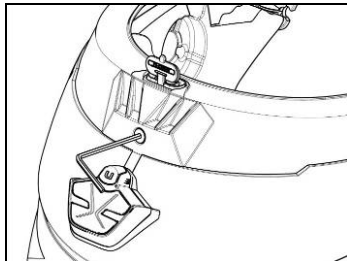

Fig. 7
- Monteer de randpakking weer, en bevestig ze met de daarvoor bestemde schroef. (Fig. 7)